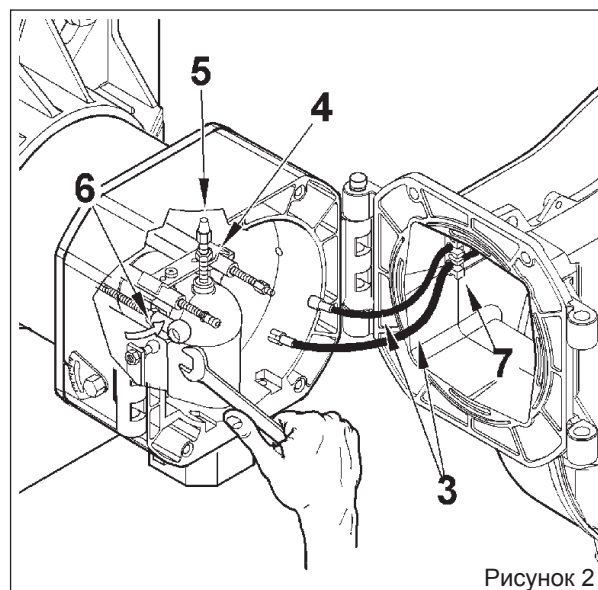

Рисунок 2
- Используя тот же ключ, поверните шаровой шарнир (6) в направлении, указанном стрелкой, и отцепите рычаг продвижения головки горения (смотрите рис. 2).
! В момент закрытия горелки немного потяните в сторону электрического щита, чтобы электрод розжига и ионизации слегка натянулись. После этого расположите их в соответствующих гнездах (7), смотрите рисунок 2. Это позволит предотвратить поломку электродов крыльчаткой во время работы горелки.